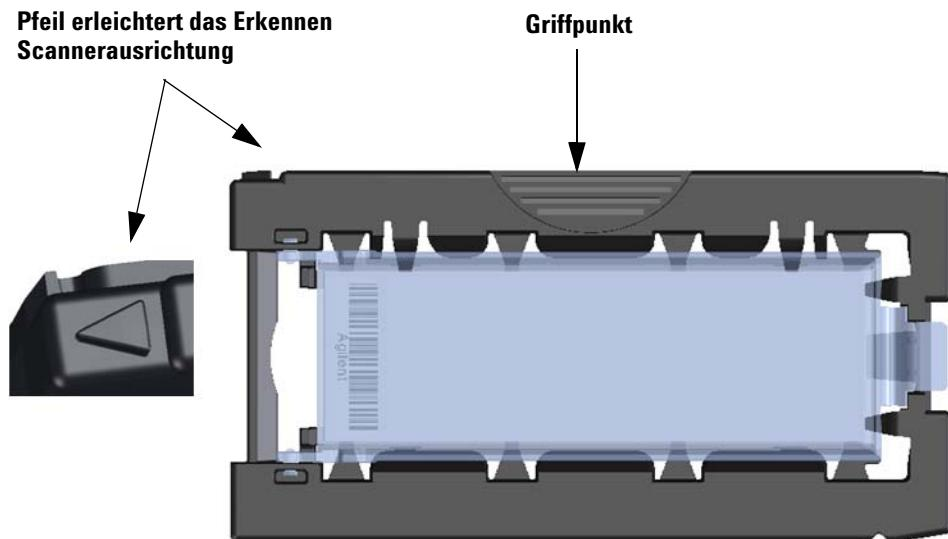

Abbildung 43 Der Objekträgerhalter erleichtert Ihnen das richtige Einlegen des Objektträgers
- 2 Greifen Sie den Objekträgerhalter am Griffpunkt. Der Pfeil an der Oberseite des Objekträgerhalters weist nach links, wenn Sie den Objekträgerhalter richtig greifen. Siehe Abbildung 43.